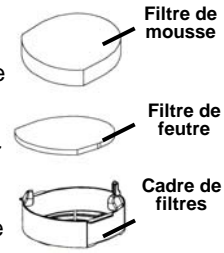

Fig. 24
5. Lorsque les filtres sont secs, remplacez-les dans le cadre de filtres. Insérez le filtre de mousse (filtre 1) puis placez le filtre de feutre (filtre 2) sur le filtre de mousse. (Fig. 24)